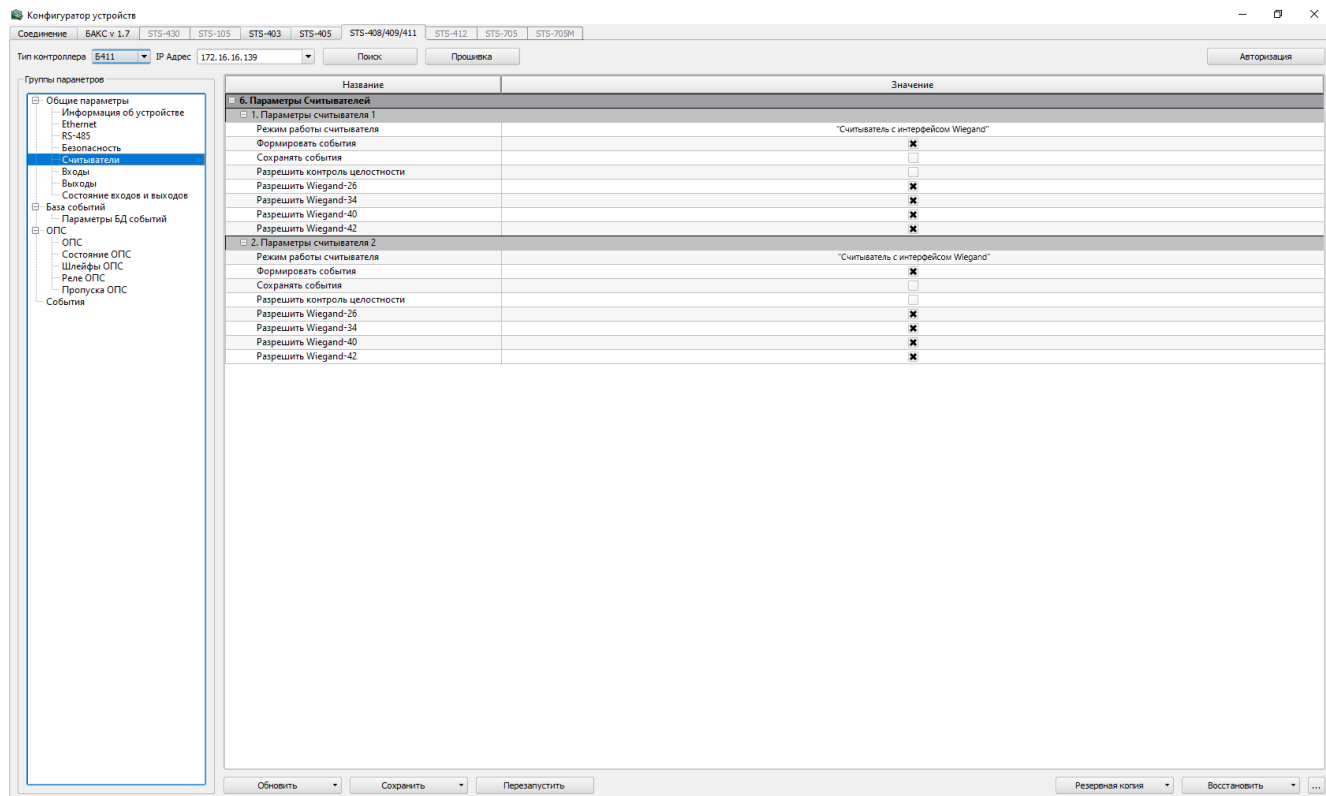

Рисунок 20 – Считыватели
– Считыватели – здесь настраиваются параметры считывателей (рисунок 20).